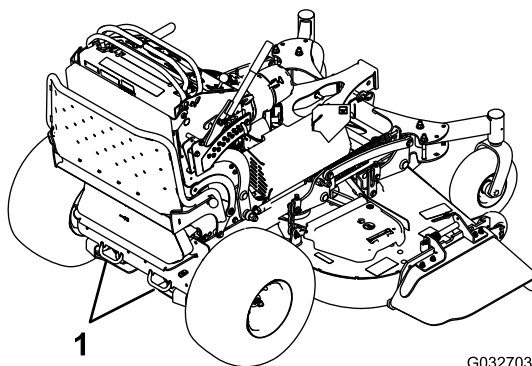

Figura 37
7. Amarre la máquina junto a las ruedas giratorias delanteras y el guardabarros trasero con correas, cadenas, cables o cuerdas (Figura 37). Consulte la normativa local respecto a los requisitos de amarre.